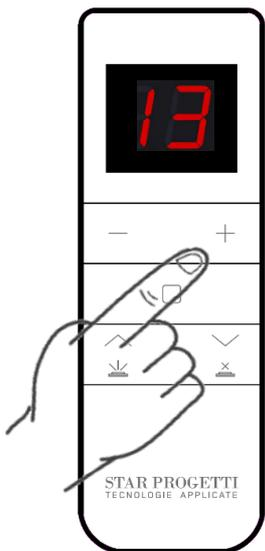
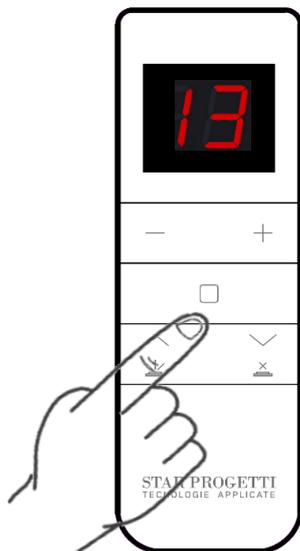

Fig.3
Fig.4
- tramite i pulsanti “+” e “-” selezionare il canale 13 Fig.3 e subito dopo premere il pulsante come da Fig. 4